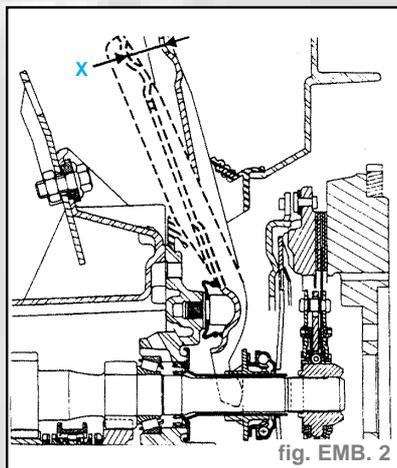

fig. EMB. 2
- Vérifier la course de débrayage (fig. EMB. 2).